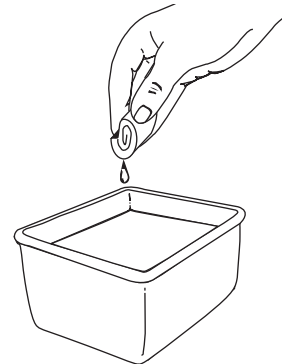

Fig. 24
3. Lavez le filtre dans un mélange d'eau et de détergent (Fig. 24). Rincez le filtre abondamment et laissez-le sécher.